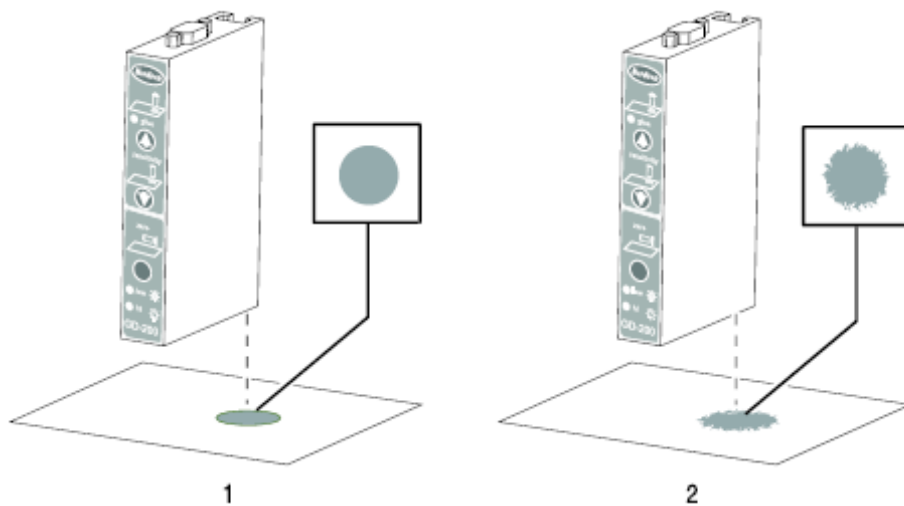

图 15 GD-200 传感器透镜对焦
- 上下缓慢移动 GD-200 传感器，直到基材上光线变清晰为止。见图 15 图 1。